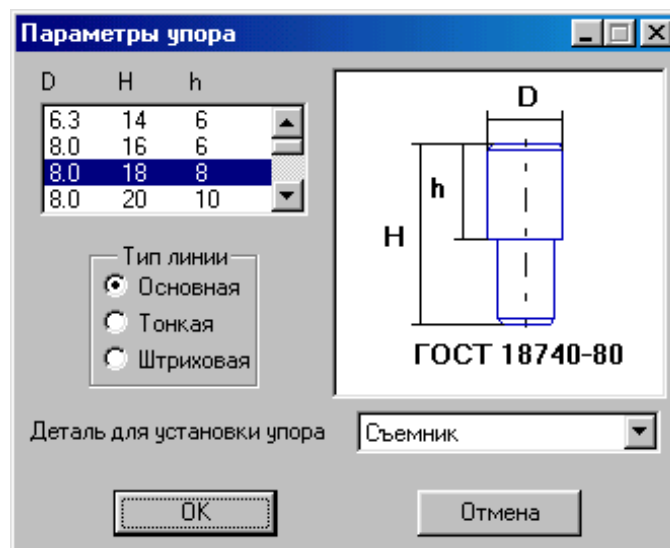

Рисунок 1.92 – Вікно введення параметрів упору
- у вікні діалогу вводяться параметри упору (рис. 1.92).